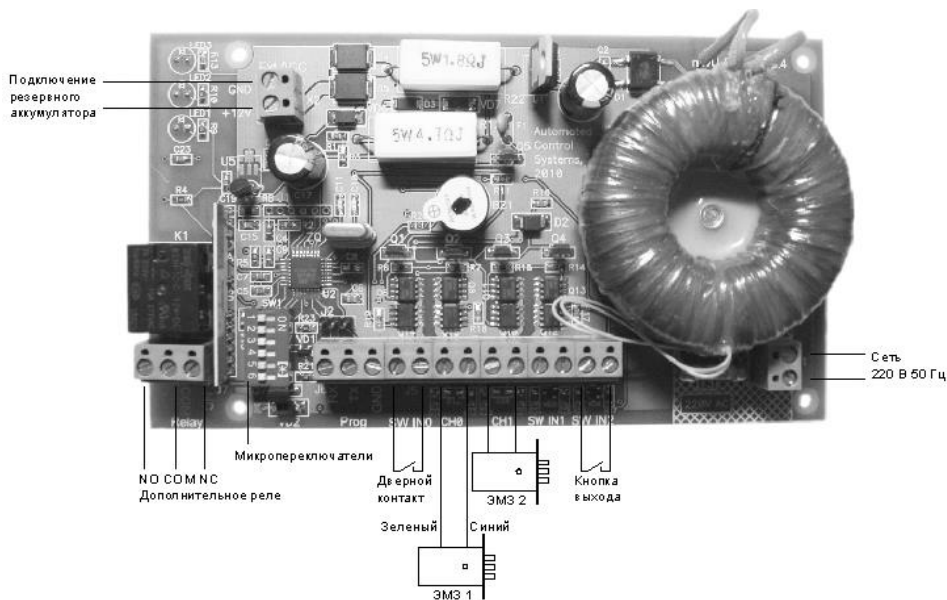

Рисунок 2. Внешний вид платы БУ с описанием внешних подключений
Датчик двери подключается к входу SW IN0 клемника J5 (см. п.5.7 и рисунок 2 настоящего руководства).
Для открытия замка изнутри квартиры без использования радиобрелока, на БУ находится вход для подключения кнопки. Удержание кнопки в нажатом состоянии более 1 секунды приведет к открытию замка. Кнопка должна быть с нормально-разомкнутыми контактами и подключается к входу SW IN2 БУ (см. п.5.7 и рисунок 2 настоящего руководства).
1. В соответствии со схемой подключения (рисунок 2) подключить к БУ датчик положения двери и один или два ЭМЗ.